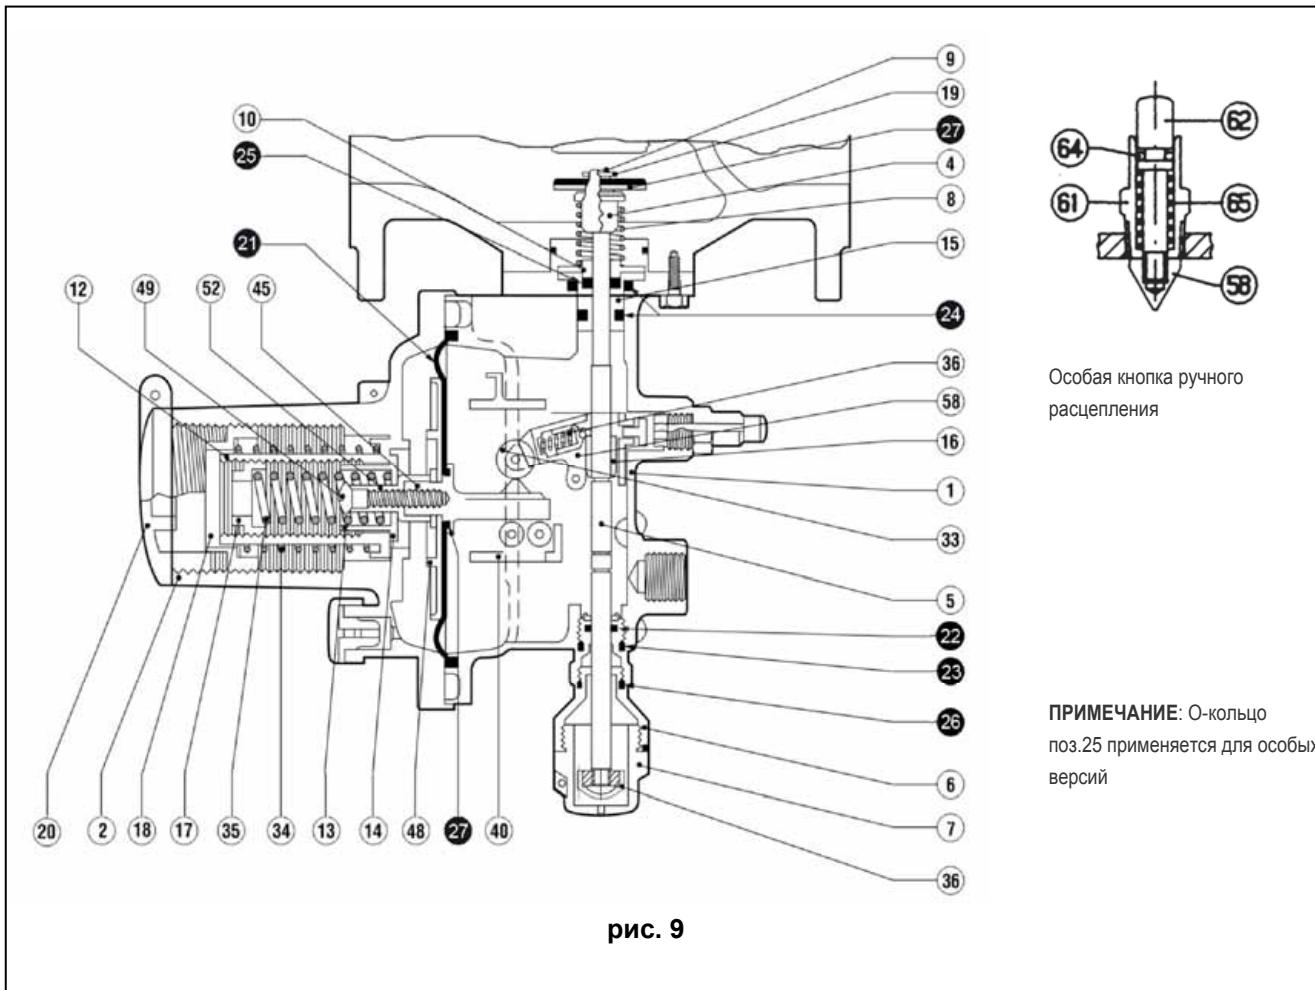

рис. 9
**Отсекающий клапан LA..** (рис. 9) для срабатывания по минимальному и максимальному давлению в сущности состоит из запорной части, установленной на шток, рычажного механизма расцепления, управляющей головки и системы ручного взвода. В камере С управляющей головки контролируемое давление  $P_d$  воздействует на мембрану 21, которая жестко закреплена с валом, оснащенным кулачком 45.
Условие открытия или закрытия отсекающего клапана можно определить извне путем наблюдения за положением цветного колпачка 36 при помощи втулки 7, как показано на рис. 9.